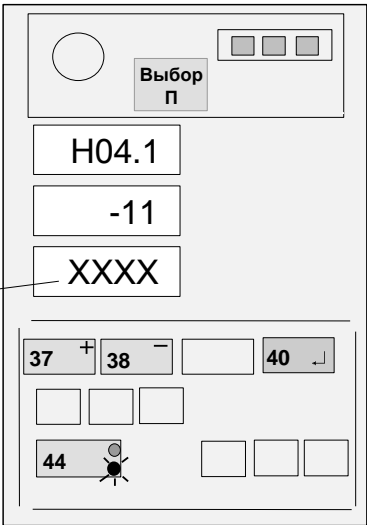

Рисунок 11
Если значение температурного коэффициента, указанное на жгутах ПрУ, отличается от значения, выдаваемого на средний ИЖЦ, нажатием кнопки 44 установить на верхнем ИЖЦ код "Н04.1", а затем, нажимая кнопки "+" (37) и "-" (38), установить на среднем ИЖЦ требуемое (маркированное на жгутах ПрУ) значение коэффициента (см. рисунок 11 для коэффициента М11). При этом следует учитывать, что знак плюс на индикаторе не отображается, а знак минус отображается символом " - ".